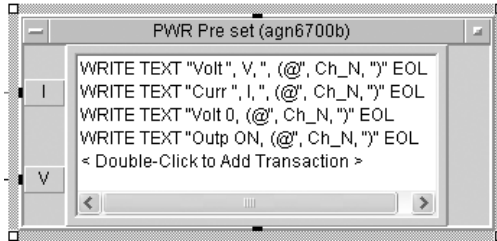
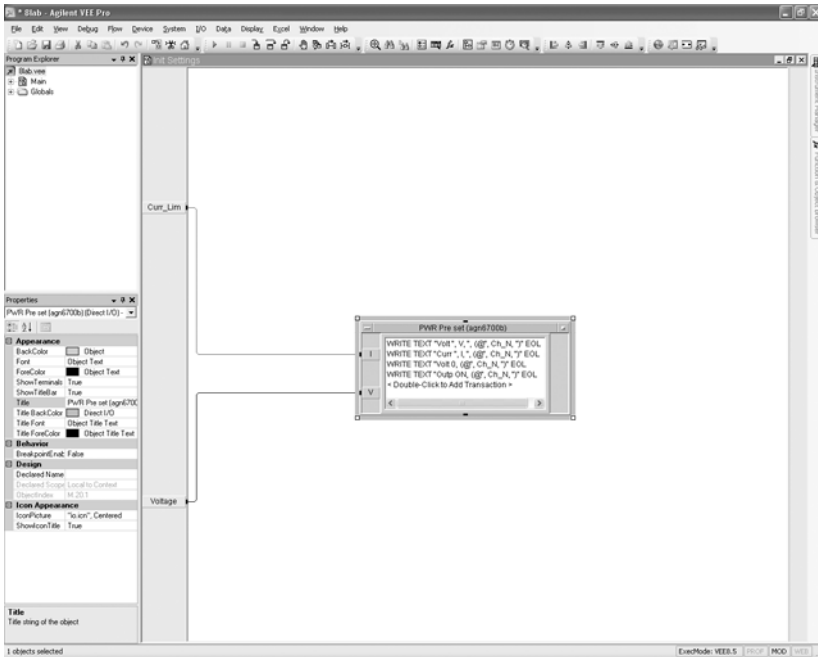

Рис. 8.6
Рис. 8.7
2.9. Внутри объекта «Init Settings» удалить массив, задававший значения напряжения, а также ненужные входные терминалы, один из терминалов переименовать в «Voltage». Объект прямого ввода/вывода для источника питания дополнить, как указано на рис.8.6 для задания начального напряжения на источнике питания. После коммутации данных объект «Init Settings» должен выглядеть аналогично рис. 8.7.